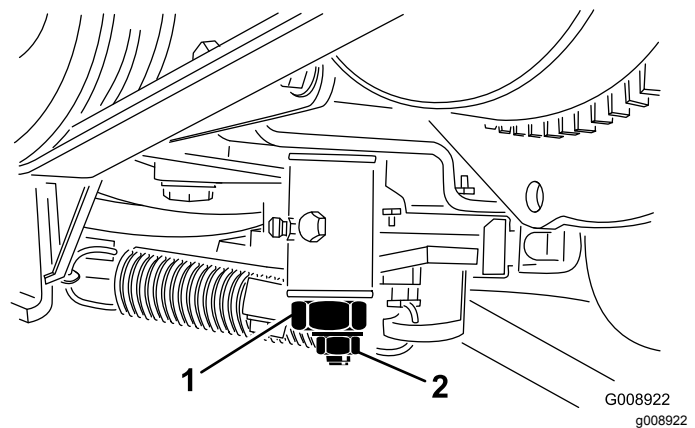

Figure 67
3. Desserrez le contre-écrou de la came de réglage de transmission (Figure 67).